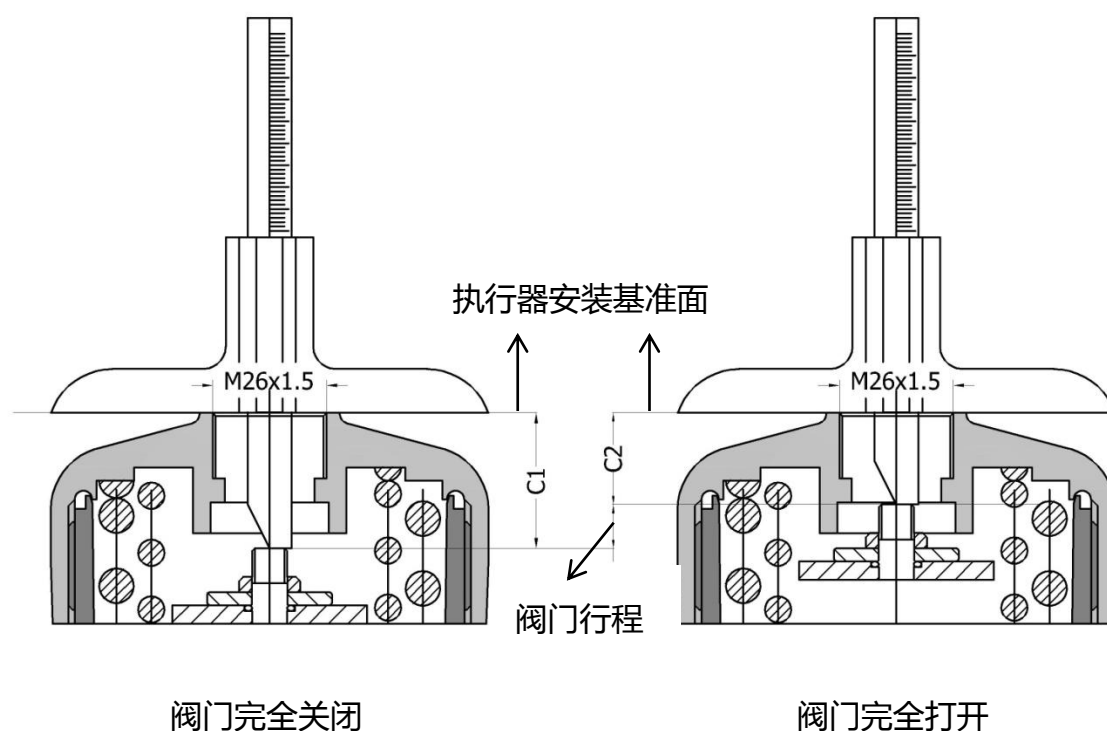

图5. 执行器测量
2. 阀门处于完全关闭和完全打开状态时,用**深度尺**分别测量执行器阀杆顶端到执行器顶部安装基准面的距离 C1 值和 C2 值 (图 5 中标注所示)并记录。